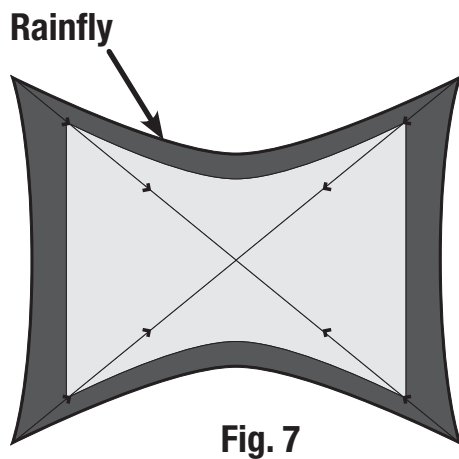

Fig. 7
- Drape rainfly over tent. (Fig. 7 and 8)
- Étalez le double toit sur la tente intérieure. (Fig. 7 et 8)